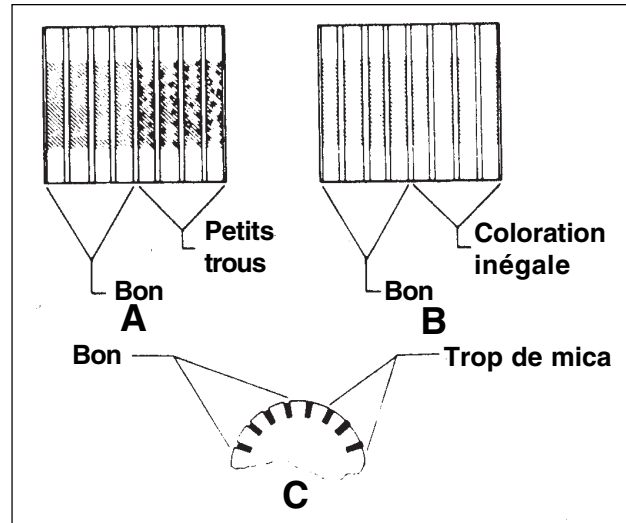

Figure 6
- 1.) Présence de petits trous à la surface du collecteur. Voir figure 6 A.
- 2.) Coloration inégale : il faut que la couleur du pourtour du collecteur soit uniformément brun foncé. Des zones propres et des zones très foncées indiquent qu'il y a un problème. Voir figure 6 B.
- 3.) Trop de mica : la hauteur de l'isolant en mica doit être inférieure à celle des lames du collecteur. Voir figure 6 C.